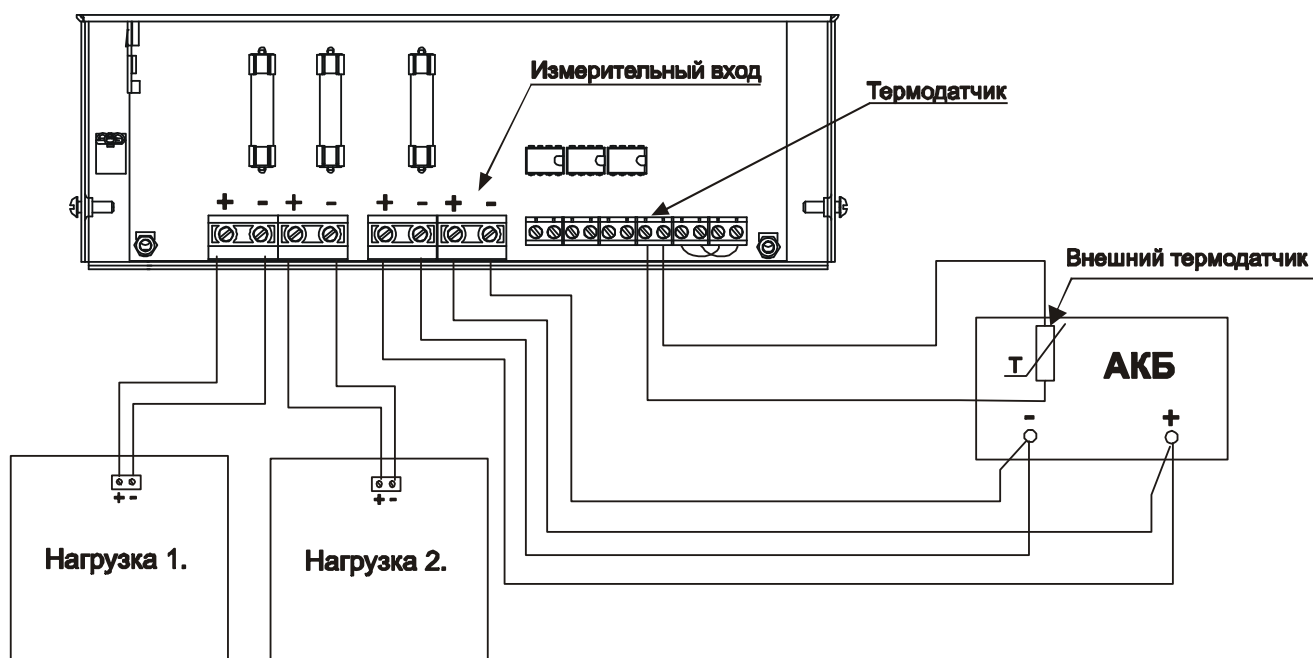

Рис. 3
Произведите подключение соединительных линий, к клеммам источника руководствуясь схемой подключения источника (рис.3) в следующей последовательности:
- Проверьте правильность произведенного монтажа в соответствии со схемами подключений (рис. 3 - 6).